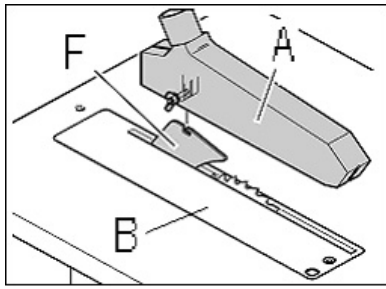

Рис.16
Закрепите защитный кожух пильного диска (А, Рис.16) с помощью 1 винта с плоской головкой, 1 шайбы и 1 барашковой гайки на расклинивавшем ноже (F).